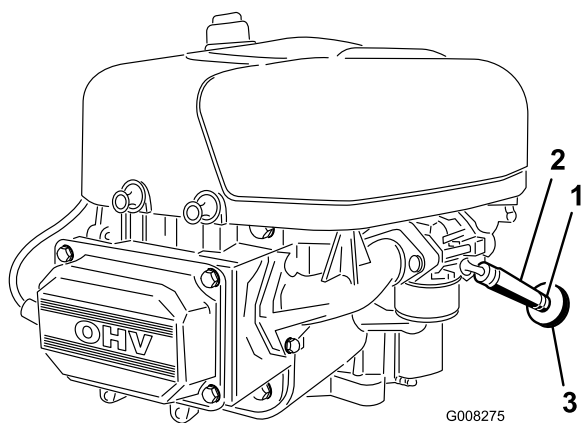

Figura 28
7. Afloje la abrazadera cerca del filtro de combustible y deslícela por el tubo, alejándola del filtro de combustible (Figura 28).
El mejor momento para cambiar el filtro de combustible (Figura 28) es cuando el depósito de combustible está vacío. No instale nunca un filtro sucio después de desmontarlo del tubo de combustible.